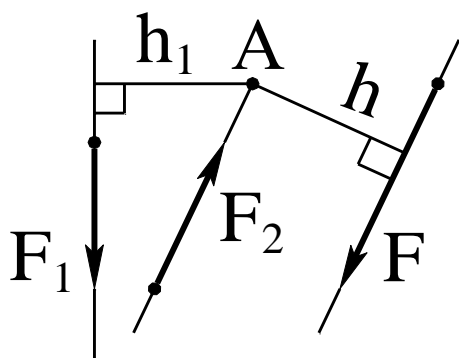

Рис. 14
Момент силы относительно точки равен произведению модуля силы на плечо. Плечом (h) называют кратчайшее расстояние от точки (А) до линии действия силы (F). (Рисунок 14).